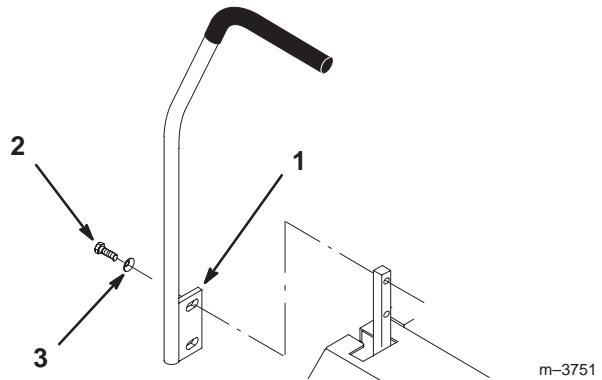

Bild 4
4. Fluchten Sie die Vorwärts-/Rückwärtsstellung der Hebel miteinander in der Neutralstellung aus. Lockern Sie die Befestigungsteile und verstellen den/die Hebel nach vorne/hinten, bis er/sie einwandfrei abgestimmt ist/sind (Bild 4).
1. Entfernen Sie die vier Schrauben (3/8 x 1") und die vier Federscheiben (3/8"), mit denen die Fahrschalthebel für Versandzwecke an den Schaltarmwellen abgesichert sind (Bild 4).
2. Positionieren Sie die Hebel (mit der Befestigungsplatte in Richtung Rückseite) an der Außenseite der Schaltarmwelle und sichern sie mit vier Schrauben (3/8 x 1") und vier Federscheiben (3/8") ab (Bild 4).